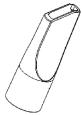

Fig. 5
1. Vous pouvez nettoyer les pauses de radiateur, des percées, des coins, des socles et d'oreiller avec le dispositif d'extrémité étroite (Voir Figure.5).